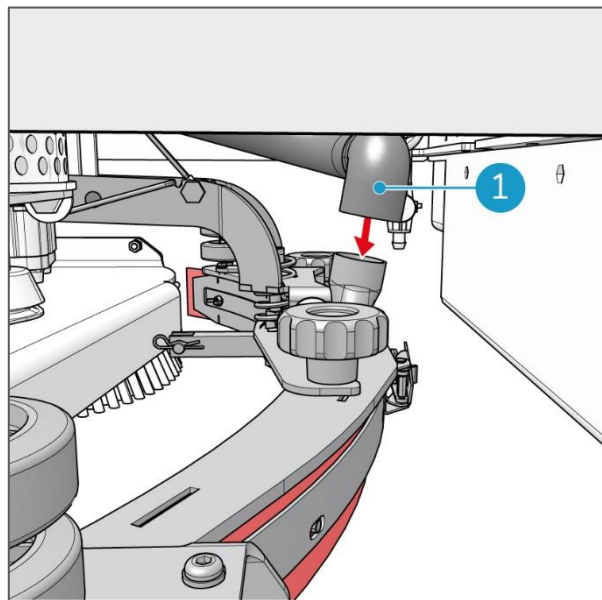

Figura 35
6. Spingere il tubo di aspirazione sul manicotto del tubo flessibile del tergipavimento (Figura 35, pos 1).